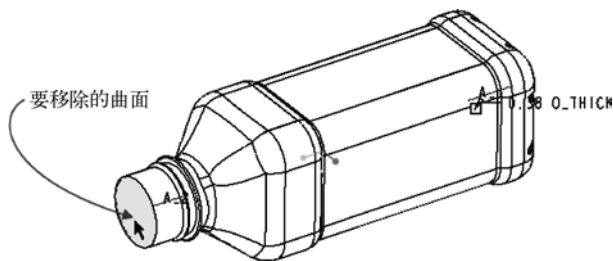

图 13-78 指定要移除的曲面
- 3 指定移除的曲面, 如图 13-78 所示, 即指定开口面。